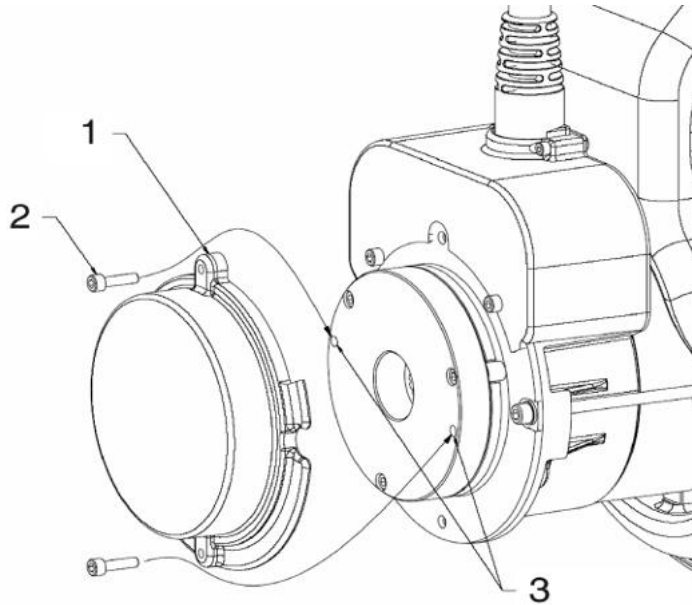

Abbildung 3-12. Manuelles Ausrücken
3. Entfernen Sie die zwei **Abdeckungsbolzen (2)** und die **Bremsenabdeckung (1)**.
4. Die **Abdeckungsbolzen (2)** in die **beiden Ausrücköffnungen im Bremsgehäuse (3)** einführen; siehe Leg.nr. 3 in Abbildung 3-12., Manuelles Ausrücken.
5. Die **Abdeckungsbolzen (2)** festziehen, woraufhin sich die Bremse an diesem Fahrtmotor löst.
7. Nach erfolgtem Abschleppen die Räder durch Unterlegkeile blockieren und **die Abdeckungsbolzen (2)** von den **Ausrücköffnungen (3)** entfernen.
8. Die **Bremsenabdeckung (1)** wieder anbringen.